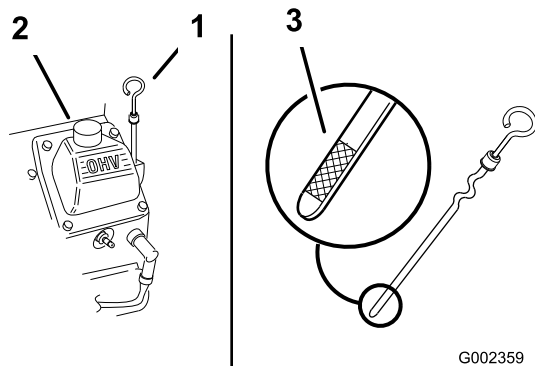

Figura 16
2. Limpie alrededor de la varilla de aceite (Figura 16) para que la suciedad no pueda penetrar por el orificio de llenado y causar daños en el motor.
3. Retire la varilla, límpiela, y vuelva a colocarla, asegurándose de que quede bien asentada (Figura 16).
El nivel de aceite debe llegar a la marca Lleno del extremo metálico de la varilla (Figura 16).
5. Si el nivel de aceite está por debajo de la marca Lleno, retire el tapón de llenado (Figura 16) y añada aceite